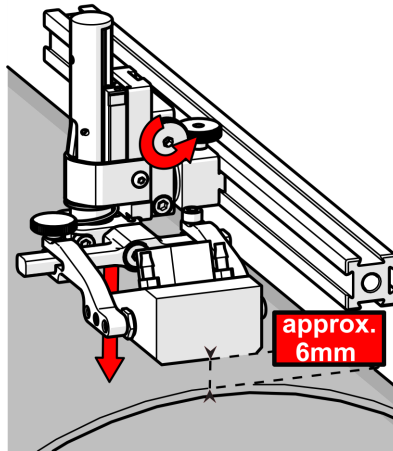

Abbildung 2-78 Absenken auf die Scanfläche
3. Ziehen Sie den vertikalen Einstellknopf fest (siehe Abbildung 2-78 auf Seite 101).